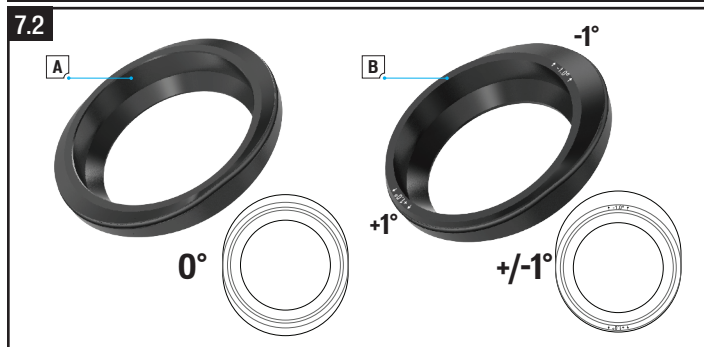

Fig. 7.2
- Desserrez les vis de la potence qui la fixent au pivot de fourche (A).
- Desserrez puis retirez la vis du capuchon supérieur (B).
- Retirez la potence (C) située sur le pivot de fourche (D) puis retirez la fourche située sur le cadre (E).
- Sélectionnez la cuvette du jeu de direction et installez-la (Fig. 7.2) en fonction de la géométrie souhaitée par le cycliste.